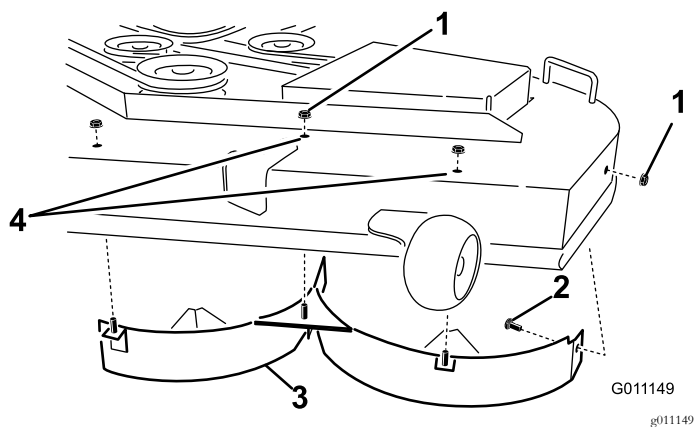

Figura 30
- Remova as 2 porcas de bloqueio (5/16 pol.) presas aos postes soldados do abafador esquerdo, na parte superior da plataforma do cortador, nas posições central e esquerda (Figura 30).
6. Remova o abafador esquerdo da plataforma de corte como se mostra na Figura 30.